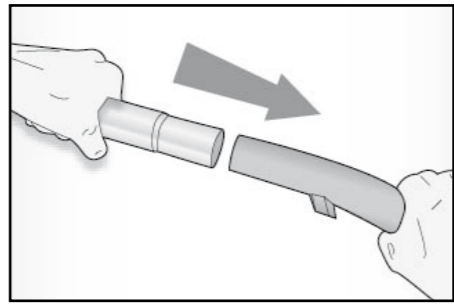

Fig. 3
- Inserire il tubo telescopico (12) sull'impugnatura (Fig. 3).